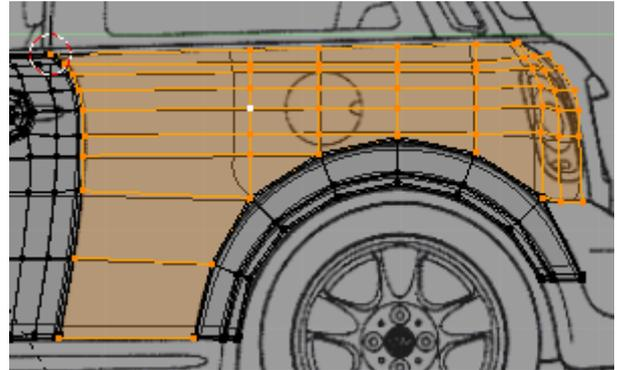

Figura 4.180
1. Procedendo à semelhança das malhas anteriores, isole os vértices da malha lateral traseira numa malha própria, junte-a às malhas da porta e do aro da roda traseira, alinhe os vértices fronteira de modo a garantir as adjacência, e, para futura referência, construa o rebordo do contorno inferior, figura 4.180.
2. Insira novos contornos na zona da curvatura superior da porta de modo a garantir a perfeita continuidade entre as superfícies nas duas malhas, **[Ctrl]+[R]**, figura 4.180.